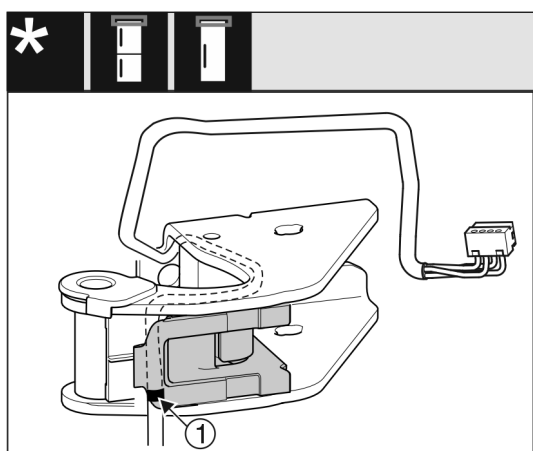

Fig. 28
- La marcatura centrale deve risultare sul bordo del supporto cavi Fig. 28 (1).